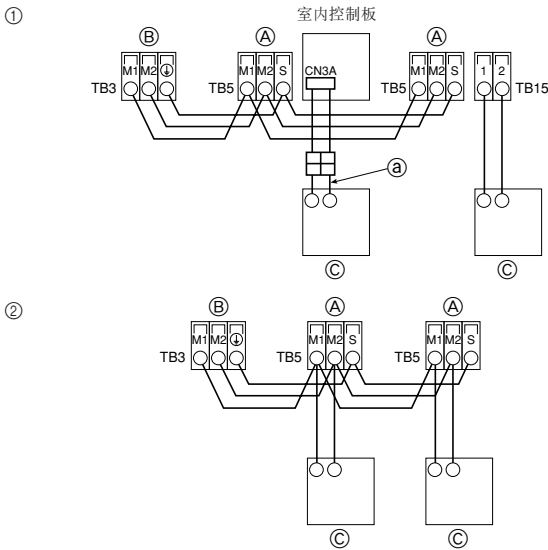

Fig. 7-2
7.2. 接驳遥控器、室内和室外传送电缆 (Fig. 7-2)
- ① MA遥控器
- ② M-NET遥控器